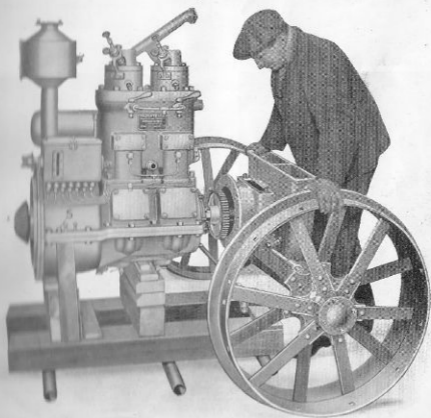

Fig. 34.
7. Framstället borttages sedan först motorns framända palls upps. Tag bort det cylindriska kuggghjulet på vevaxeln, samt yttre kullagret och lagerlocket vid vevaxelns framända (se fig. 34).